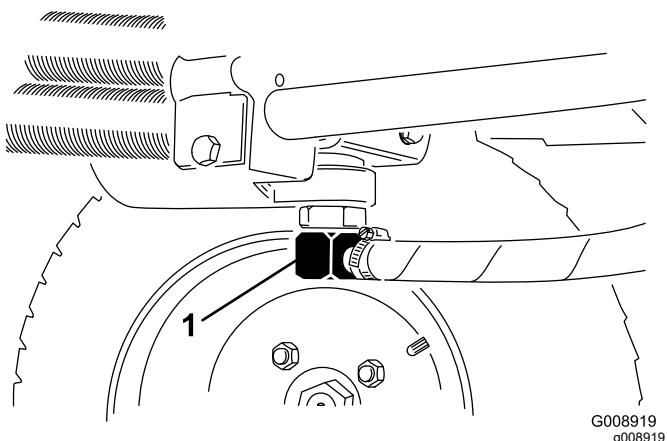
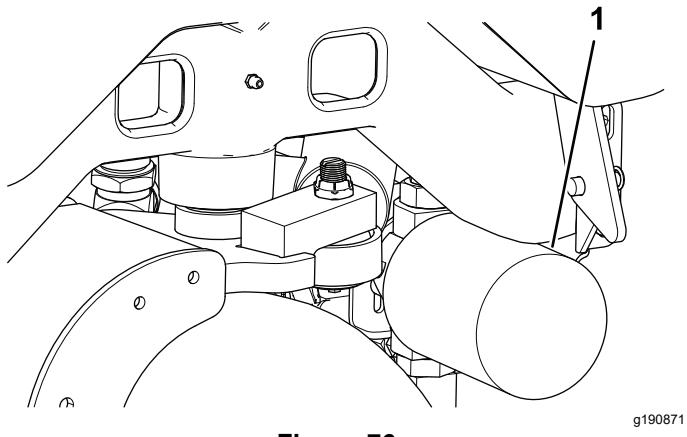

Figure 75
Figure 76
3. Débranchez la conduite hydraulique (Figure 75) ou enlevez le filtre hydraulique (Figure 76) et laissez couler l'huile dans un bac de vidange.
4. Placez un bac de vidange sous le filtre (Figure 76) et enlevez le filtre.